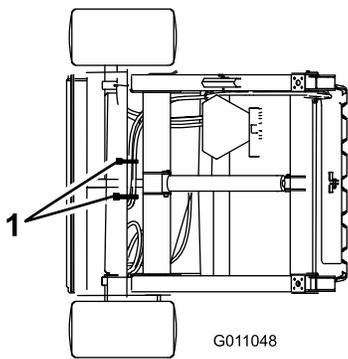

Рисунок 12
2. Прикрепите гидравлические шланги и жгут проводки, как показано на Рисунок 11 и Рисунок 12.